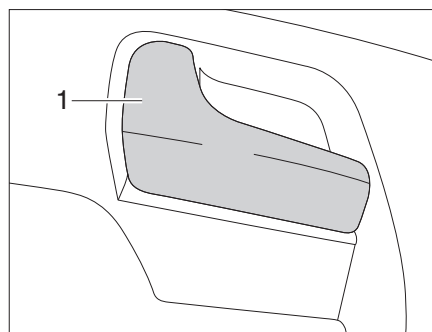

Fig. 49 Puerta del conductor, en el interior
- Tirar del tirador (Fig. 49,1). Se desbloqueó la cerradura de la puerta.